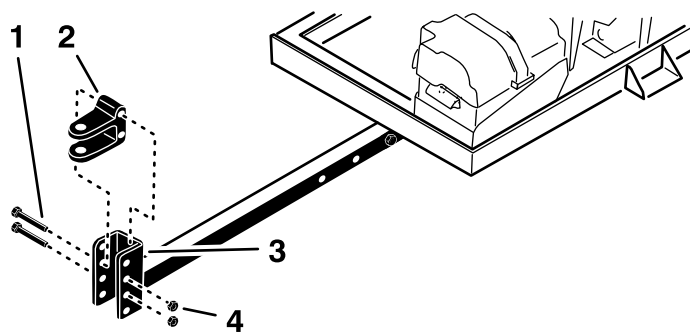

Рисунок 5
5. Подсоедините вилку сцепного устройства к трубе сцепного устройства с помощью 2 болтов и 2 контргайк (Рисунок 5).
3. Отверните 2 болта и 2 контргайки, которые крепят вилку сцепного устройства (Рисунок 5) к трубе сцепного устройства.